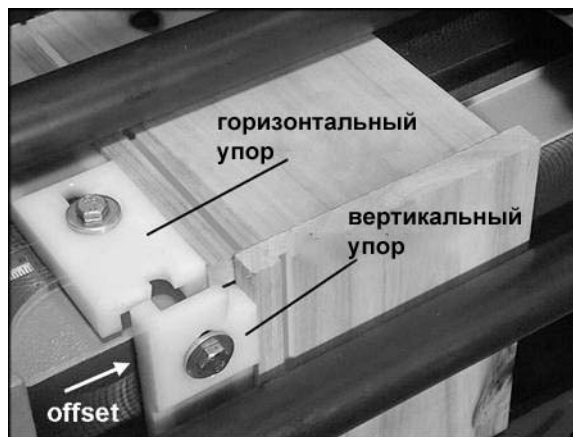

Рис. 20
6. Выровняйте вертикальный упор с горизонтальным, затем сместите вертикальный упор ровно на полшага по шаблону (Рис. 20).
Пластмассовые упоры (показаны на Рис. 20) фиксируются к направляющим через пазы при помощи винтов.
Чтобы отрегулировать упоры, ослабьте два шестигранных болта (Рис. 20) при помощи 13 мм ключа, переместите упоры. Снова затяните шестигранные болты.